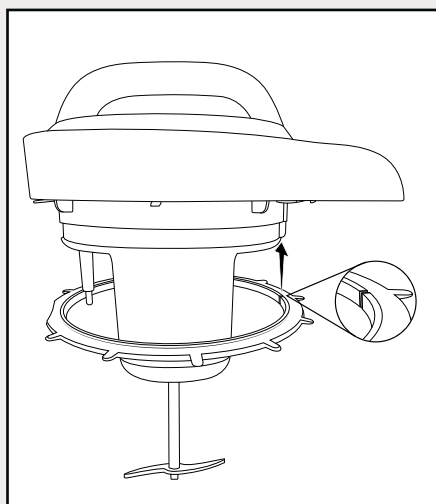

Fig. 1
- Riapplicare l'anello di tenuta **8** al coperchio **9**, in modo che l'anello di tenuta **8** scorra nella scanalatura. Assicurarsi che il piccolo intaglio dell'anello di tenuta **8** venga a trovarsi intorno alla sporgenza di fissaggio del coperchio **9** (Fig. 1). Il lato appiattito dell'anello di tenuta **8** si trova sul lato in cui è situato il sensore **7**: